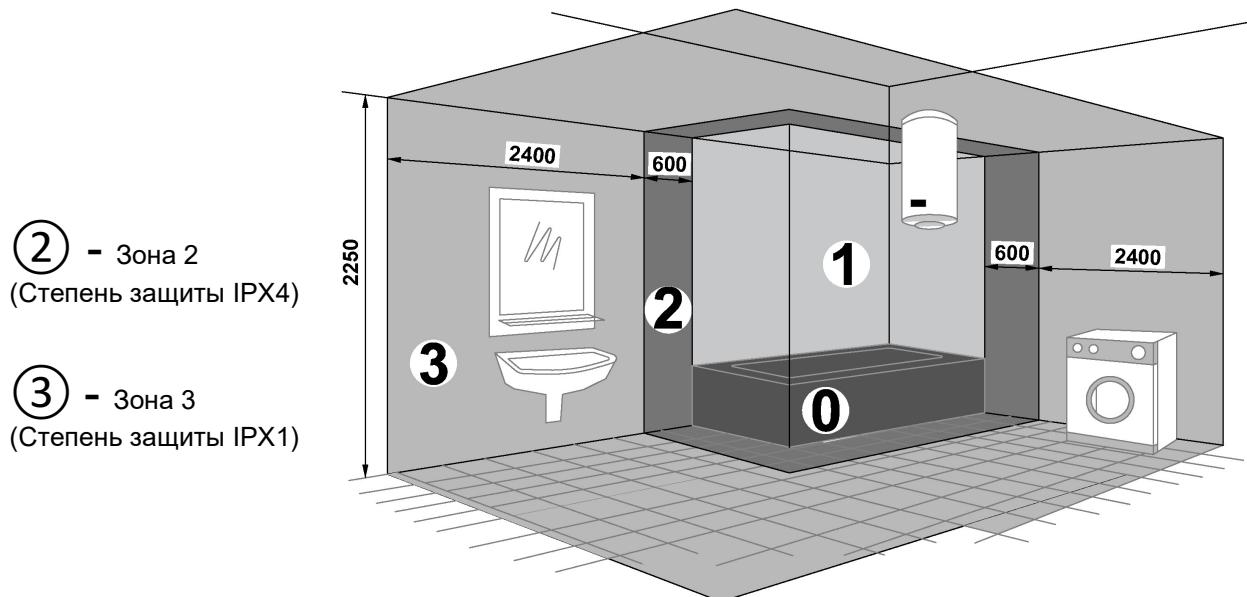

Рис. 1: Разделение зон в ванной
- Регулятор имеет водонепроницаемость класса I. При установке в ванных комнатах устройство должно быть расположено в зоне 3 (см. Рис. 1) так, чтобы регулятор был находился вне зоны досягаемости людей, использующих душ или ванну.